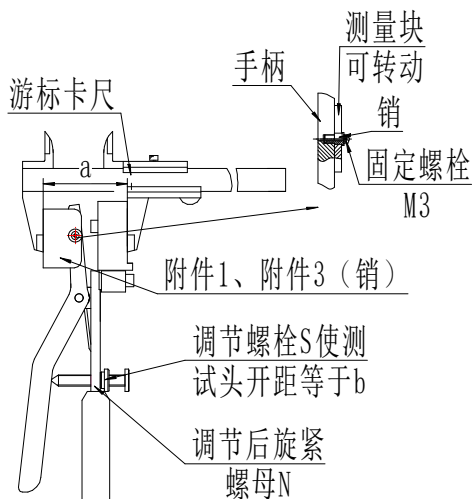
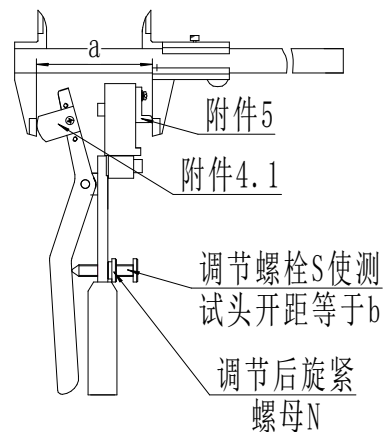
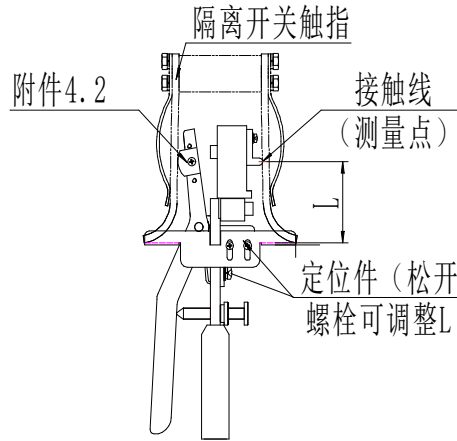
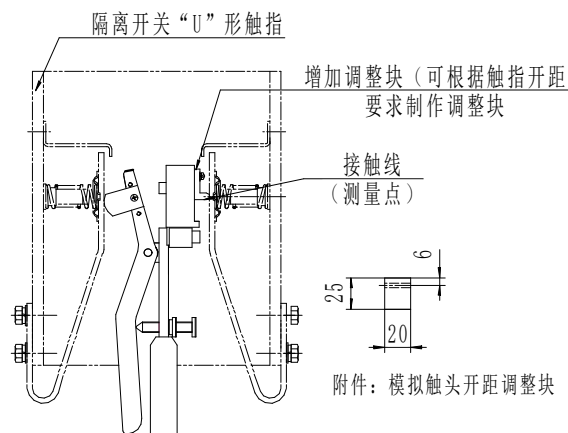

图 3 模拟触头宽度测量示意图
图 4 模拟触头宽度测量示意图
图 8 转入式触头隔离开关压力测量示意图(如 GW4、GW5 系列)
图 9 转入式“U”形触头隔离开关压力测量示意图(如 GW7B-252)
4.1.2 根据触头宽度  $b$ , 调整测试仪测试钳 (下面称之为模拟触头) 的宽度  $a$ , (见图 3、图 4), 使  $a=b$ ;
4.1.3 图 3 是用于 GW16、GW22、GW6 等折叠式、剪刀式隔离开关模拟触头的调整方法, 拆除附件 4、附件 5, 装上附件 1、附件 3 销 (“1”用于静触头直径 60mm 的刀闸, 静触头直径 40mm 的刀闸装附件 2、附件 3 销), 将卡尺锁定在  $a$  上, 卡住模拟触头, 再缓慢调节
4.1.4 图 4 是用于 GW4、GW5、GW7 等转入式隔离开关模拟触头的调整，装上附件 4.1（4.1 用于触头宽度 58-70mm 的刀闸，4.2 用于触头宽度 70-83mm 的刀闸），将卡尺锁定在 a 上，卡住模拟触头，再缓慢调节螺栓 S，调好后锁紧螺母 N。测量示意图见图 8、图 9。
4.4.4 图 8 是触头转入式隔离开关（GW4-40.5/126、GW5-40.5/126 等型号）触指压力测量示意图，为了测量准确和方便，可装配定位件 6，它能上下和前后定位。将测试头对准接触线后，调整固定定位件的螺栓，使触指尖到接触线的距离等于 L。
4.4.5 图 9 是触头转入式隔离开关（GW4-252、GW7-252 等型号）
一、转入式隔离开关触指接触压力的测量（如 GW4、GW5 型隔离开关），按图 8、9 要求更换测量附件
二、折臂式隔离开关触指压力的测量（如 GW16、GW17、GW22、GW23 型隔离开关，已挂静触头），按图 3、4 要求更换测量附件